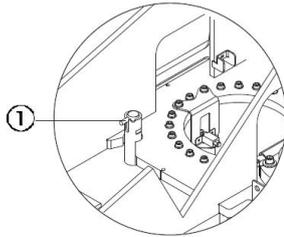

Figura 10-1 Perno di bloccaggio rotativo della torretta
- 6) Assicurarsi che la torretta sia stata fissata utilizzando il blocco rotativo della torretta prima del trasporto, come mostrato nella Figura 10-1. Assicurarsi che la torretta sia sbloccata durante il funzionamento.
- 1) Ogni volta che si trasporta la macchina, è necessario bloccare la torretta utilizzando il perno di bloccaggio rotante della piattaforma girevole, come mostrato nella Figura 10-1.